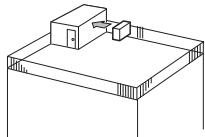

Fig. 2-4
- ① Direccione a saída de ar para a parede mais próxima a uma distância de cerca de 35 cm. (Fig. 2-4)